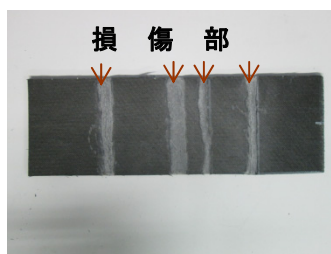

図3 CFRPサンプル(裏側)
- 図3に示すCFRPサンプルの測定結果を、図4、図5に示します。図4に示すように、温度画像では損傷部の検出が困難です。図5(a)に示すように、位相差画像では損傷部の検出が可能です。
- (1)式のように、熱浸透深さはフラッシュランプの周波数 f により変わります。そのため、 f を変更することで、損傷部の深さの情報が得られます。